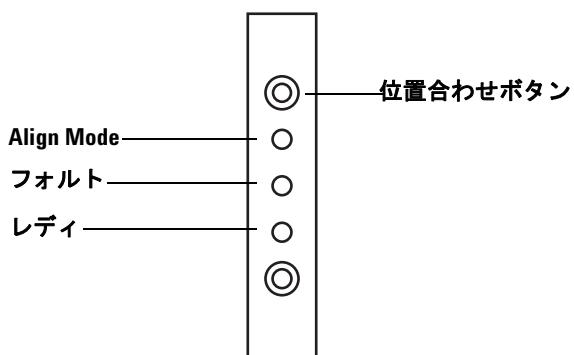

図 77 インジェクタの位置合わせ
- 4 細長い道具を使って、インジケータライトの上にある、くぼんだ位置合わせボタンを押します。くぼんだ穴の中にあるボタンの後ろや周辺を触らないよう注意してください（図 77）。